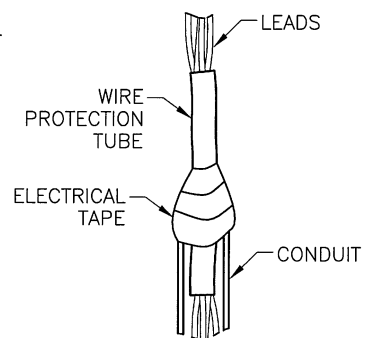

Ilustración 6
6. Para evitar dañar los cables durante la instalación, coloque el tubo de protección de cables que se proporciona en el kit de instalación eléctrica encima de los cables y a media distancia del conducto (fíjelo provisionalmente con cinta adhesiva). Consulte la Ilustración 6
7. Guíe con cuidado los extremos libres de los cables del motor por el tubo vertical de descarga y por fuera del orificio NPT (F) de 1".